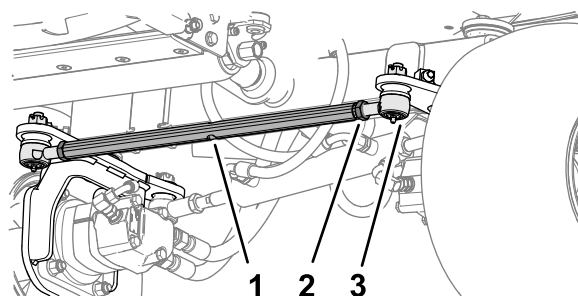

Bild 62
1. Lösen Sie an der Vorderseite des Hinterrads die beiden Sicherungsmuttern, mit denen die Spurstangenbaugruppe an den Stangenenden befestigt ist (Bild 62).
2. Richten Sie die Räder durch Drehen der Spurstange aus (Bild 62).
5. Ziehen Sie die beiden Sicherungsmuttern an, um die Spurstangenbaugruppe und die Stangenenden zu sichern (Bild 62).